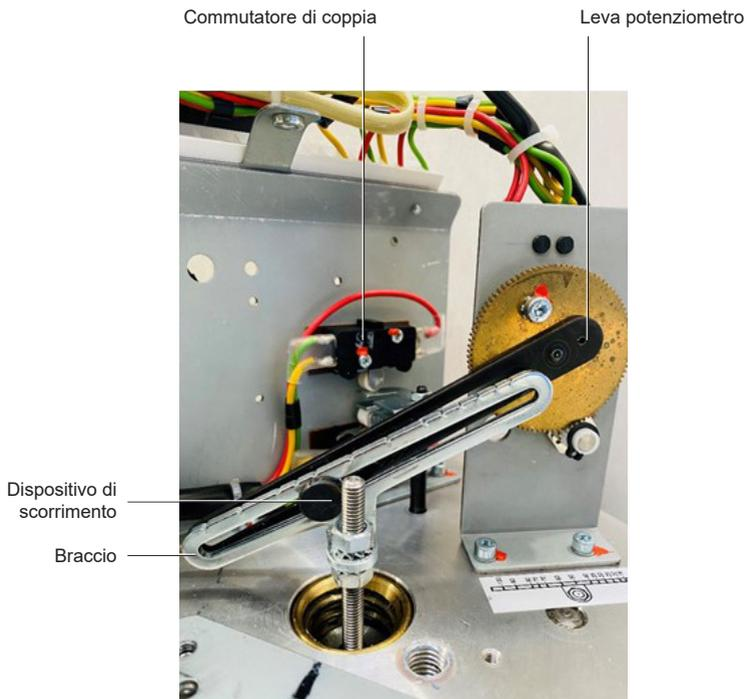

Fig. 28 Disposizione del braccio dell'AEL7 da 8 kN+
- Il braccio e la leva del potenziometro devono essere paralleli (Fig. 28)